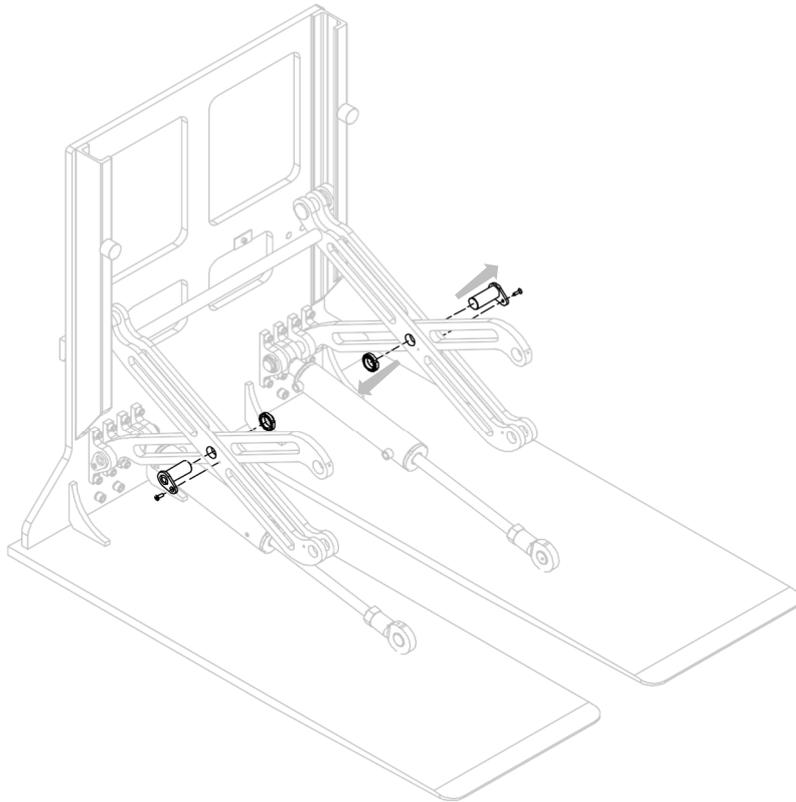
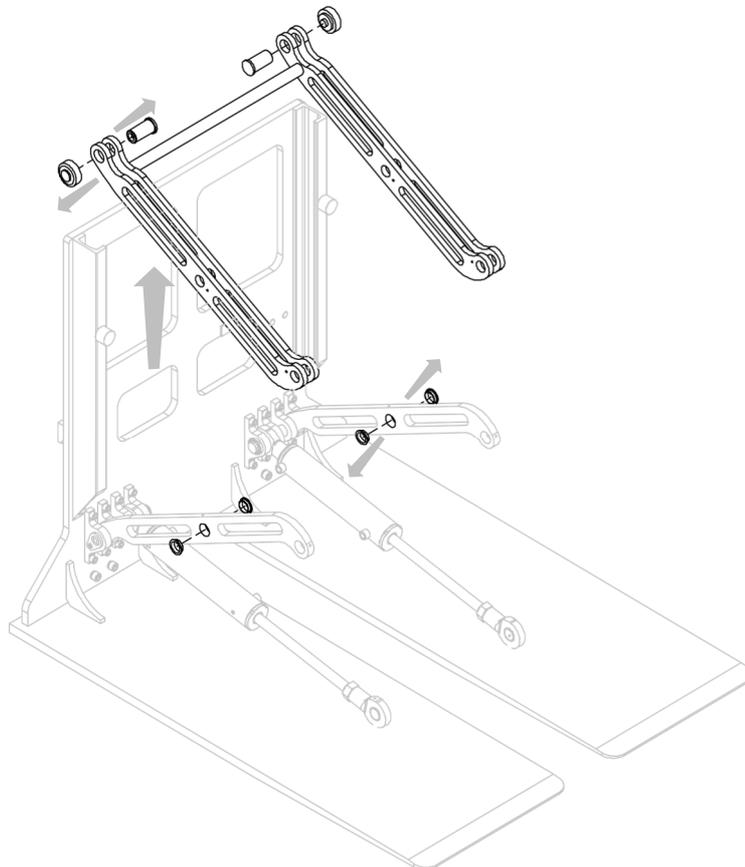

Figure 24
Figure 25
7. Retirer la paire de bras (avec les roulements correspondants) de l'équipement, après avoir retiré les broches qui les bloquent (voir *Figure 24* et *Figure 25*).